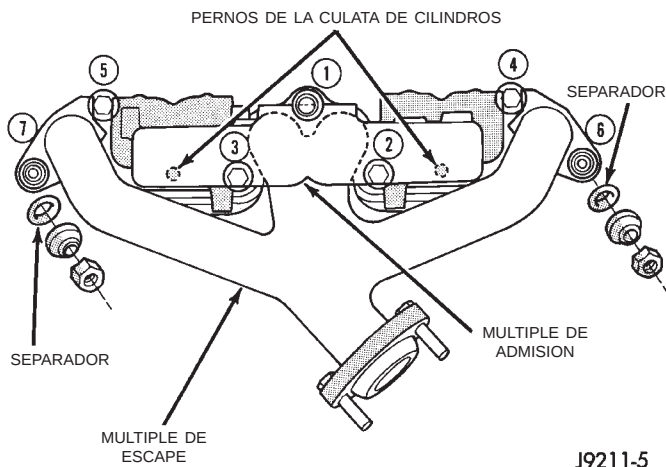

Fig. 29 Desmontaje e instalación de los múltiples de admisión y escape—motor 2.5L
(12) Retire el mazo de vacío moldeado.
(13) Desconecte la manguera del reforzador de vacío del freno en el múltiple de admisión.
(14) Retire los pernos del 2 al 5 que sujetan el múltiple de admisión a la culata de cilindros (Fig. 29). Afloje levemente el perno nº 1 y las tuercas 6 y 7.
(15) Retire el múltiple de admisión y las juntas. Drene el refrigerante del múltiple.
(1) Limpie las superficies de contacto del múltiple de admisión y la culata de cilindros. **NO deje que entre material extraño ni al múltiple de admisión ni a los orificios en la culata de cilindros.**
(2) Instale la junta de múltiple de admisión nueva sobre las espigas de posición.
(3) Emplace el múltiple y apriete manualmente los pernos de instalación.
(4) Apriete los dispositivos de fijación en secuencia y con la torsión especificada (Fig. 29).
- (1) Desconecte el cable negativo de la batería.
- (2) Eleve el vehículo.
- (3) Desconecte el tubo de escape del múltiple de escape del motor.
- (4) Baje el vehículo.
- (5) Retire el múltiple de admisión (consulte el procedimiento en esta sección).
- (6) Retire los dispositivos de fijación del 2 al 4 y retire el múltiple de admisión (Fig. 29).
- (7) Retire los dispositivos de fijación 1, 6 y 7 y retire el múltiple de escape del motor (Fig. 29).
(3) Instale el conjunto de múltiple de escape del motor. **El múltiple de escape debe estar centrado sobre los espárragos de extremo y el separador (Fig. 29).**
(4) Apriete el perno n° 1 con una torsión de 41 N·m (30 lbs. pie) (Fig. 29).
(5) Instale el múltiple de admisión sobre los pernos de la culata de cilindros (Fig. 29).
(6) Instale los pernos del 2 al 5 (Fig. 29). Apriéte-los con una torsión de 31 N·m (23 lbs. pie).
(7) Instale separadores de múltiple de escape nuevos sobre los espárragos de instalación del múltiple de escape en la culata de cilindros (Fig. 29).
(8) Apriete las tuercas 6 y 7 con una torsión de 31 N·m (23 lbs. pie) (Fig. 29).
(9) Instale todos los componentes en el múltiple de admisión.
(10) Eleve el vehículo.
(11) Conecte el tubo de escape en el múltiple de escape del motor. Apriete los pernos con una torsión de 31 N·m (23 lbs. pie).
(12) Baje el vehículo.
(13) Conecte el cable negativo de la batería.
(14) Ponga en marcha el motor y verifique que no haya fugas.